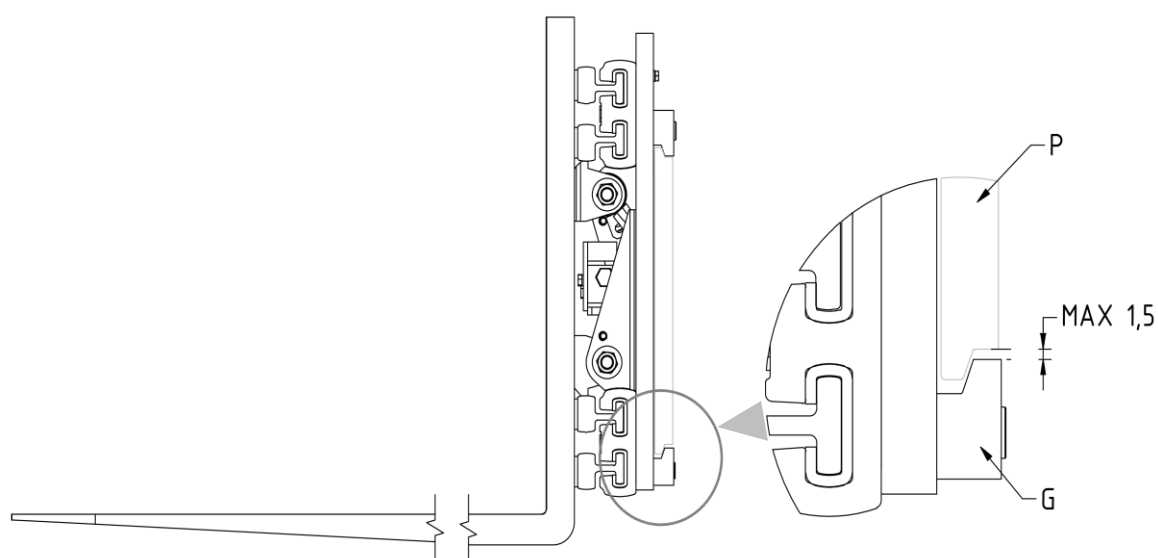

Figura 4
7. Atornillar los dos ganchos inferiores **G** para que su cuerpo quede enganchado debajo a la placa porta horquillas **P** (con un juego máximo de 1,5 mm, mira dettaglio *Figura 4*), apretando con el par de apriete indicado en la *Tabla 3*.